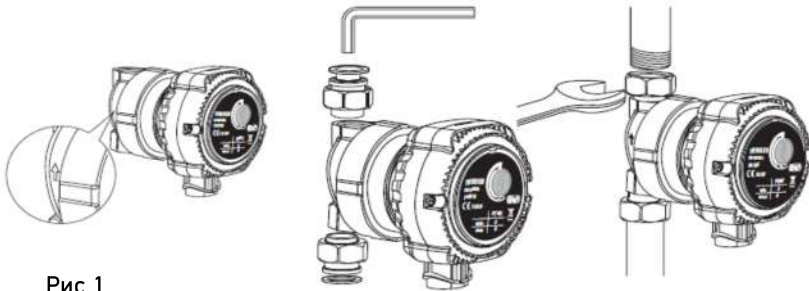

Рис. 1
- 5.9. Насос следует располагать на трубопроводе так, чтобы ось рабочего колеса была горизонтальна. (см рис.1,2)